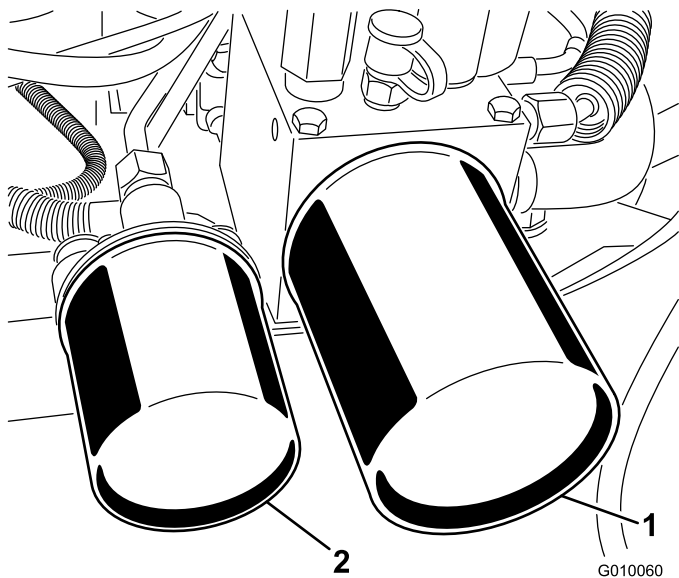

Figura 59
2. Collocate una bacinella di spurgo sotto i filtri, togliete i filtri usati e pulite la guarnizione di riduzione del filtro (Figura 59).